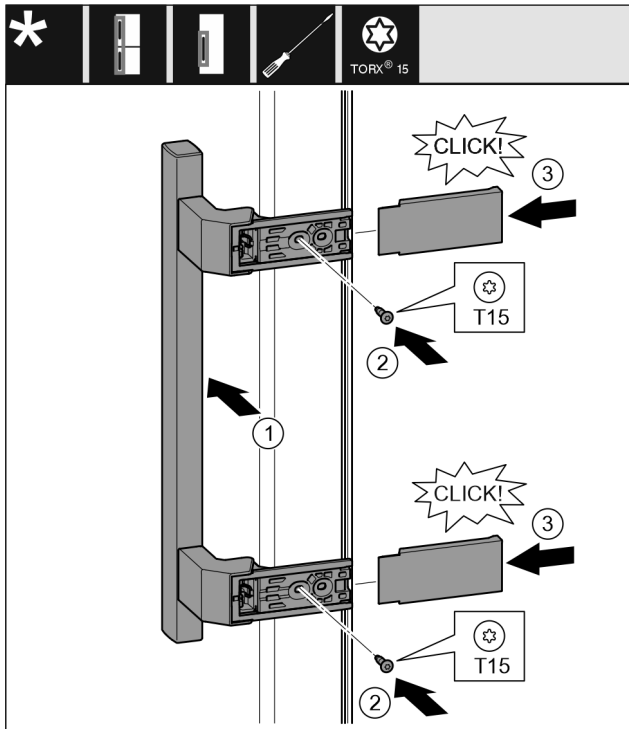

Fig. 19
- ▶ Rankenėlę uždėkite priešingoje pusėje. Fig. 19 (1)
- ▶ Tvirtai prisukite varžtus atsuktuvu T15. Fig. 19 (2)
- ▶ Uždėkite dengiamąsias plokšteles ir jas užmaukite. Fig. 19 (3)